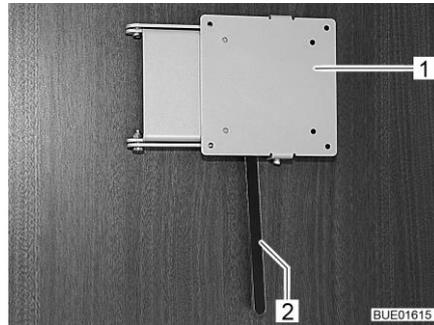

Fig. 108 Soporte con palanca de desbloqueo
- Empujar la palanca de desbloqueo (Fig. 108,2) hacia el lado y girar el soporte (Fig. 108,1) junto con la pantalla plana a la posición deseada.
- Girar la pantalla plana hacia la posición inicial hasta que el soporte (Fig. 108,1) engatille en el bloqueo.